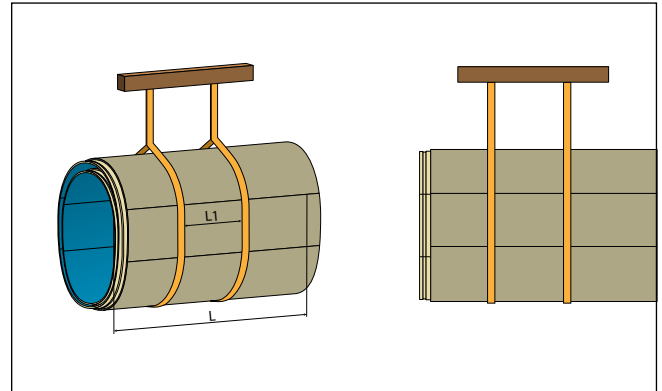

Fig. 14: Elevação de tubos telescópicos, ($L_1 = 0,6 \times L$)
- Eleve sempre o conjunto de tubos telescópicos utilizando pelo menos duas cintas de transporte flexíveis. O espaçamento das cintas e a sua capacidade de carga devem ser sempre escolhidas em função do conjunto de perfis de tubos em causa (Fig. 14).